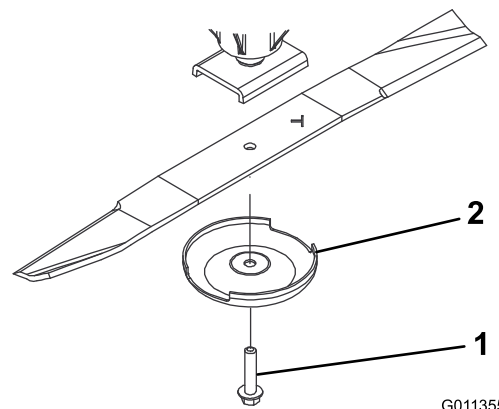

Figura 90
- Demontujte šroub žacího nože, ochranný kryt a žací nůž z dířku vřetená (Figura 90).